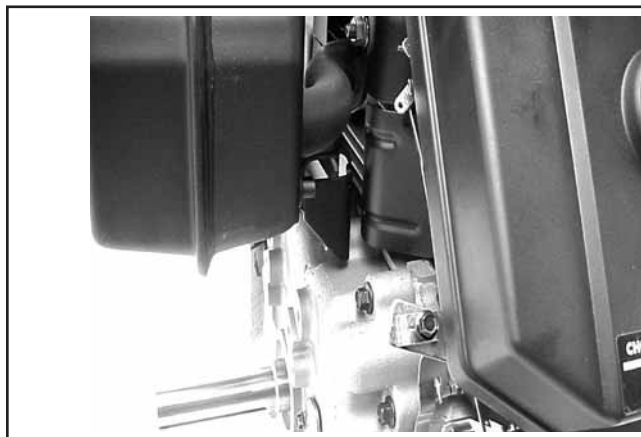

Figura 5-19. Borboleta Remota e Ajuste do Obturador de Ar.
2. Instale o cabo da borboleta remota no orifício na alavanca da borboleta. Consulte a Figura 5-19.